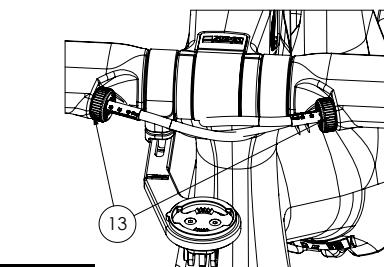

Fig. 16
3/ Placez la gaine dans le tensioneur de frein ⑬ (Fig.16) (cf. notice du cintre ADH 2).